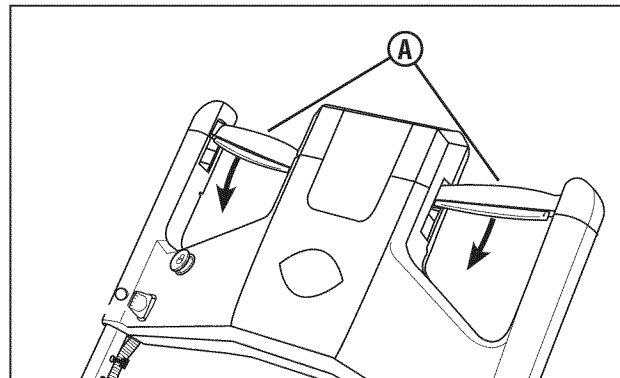

Figura 4: Propulsión del cortacésped
2. Comience oprimiendo lentamente el control de transmisión (A, Figura 4) hacia delante para propulsar el cortacésped. La velocidad de desplazamiento puede aumentarse oprimiendo el control de transmisión más hacia delante.